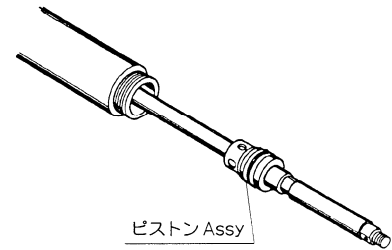

Fig.4.4
- 9). 次にサクションチューブよりプランジャーロッドを持って引出しますと、ピストン、コネクティングスタッドの Assy が抜出せます。(Fig.4.4)